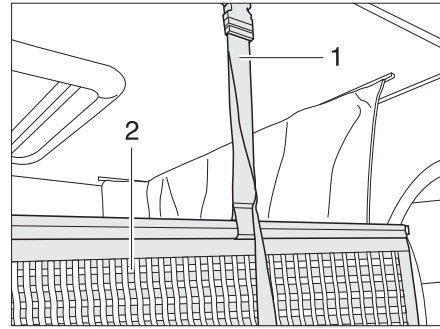

Fig. 175 Supporto rete protettiva
La rete protettiva (Fig. 175,2) con le cinghie di arresto è sistemata sotto il materasso. Fissare la rete protettiva soltanto dopo che le persone si sono stese nel letto basculante.
- Fare innestare le cinghie di arresto (Fig. 175,1) nei supporti sul soffitto.